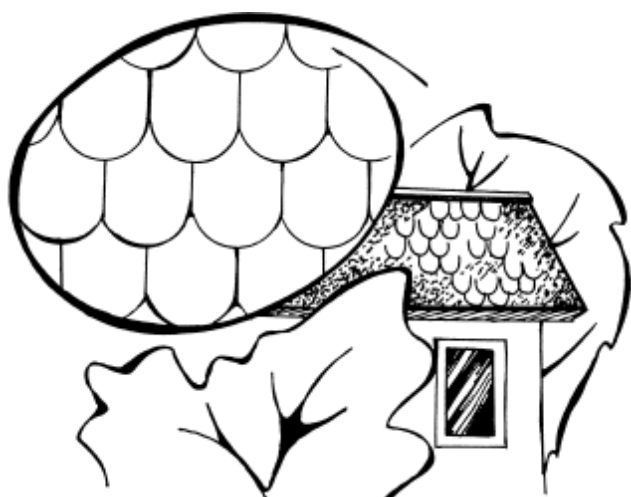

Рис. 37. Кладка «кокетка»
- декоративной кладки «кокетка» (рис. 37);